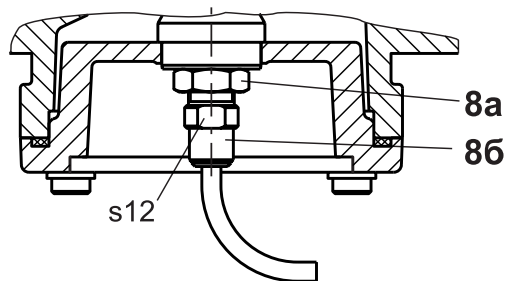

Рис. 10
- отверните контргайку 8а на корпусе 8б датчика положения (см. рис. 10);